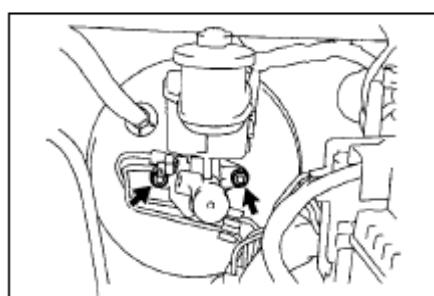

Рис. 257
(5) Открутите две стопорных гайки, и снимите главный тормозной цилиндр(рис. 257).